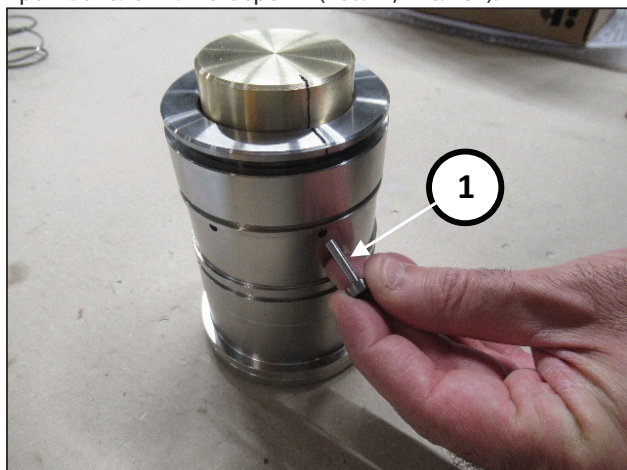

Рис. 184
Вставьте штифты инструмента арт. 27945400 в два противоположных отверстия (поз. ①, Рис. 184).